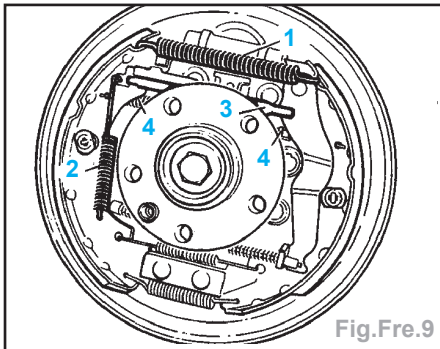

Fig.Fre.9
- Déposer le ressort de rappel (1) (Fig.Fre.9).
- Déposer le ressort du levier de réglage (2).
- Faire revenir complètement en arrière la molette de réglage (3).
- Décrocher le ressort de rappel (4).